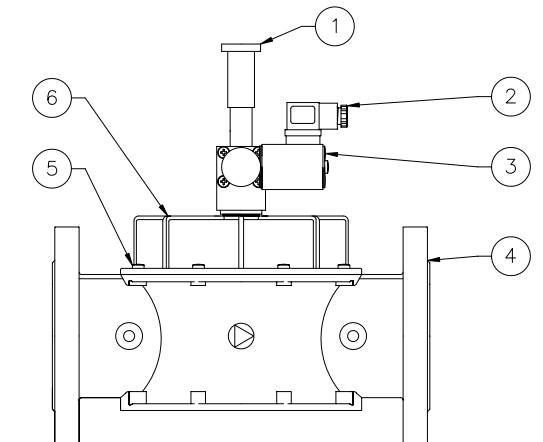

Fig. 4 Componenti elettrovalvole 500 mbar e 6 bar con attacchi DN 65 .. DN 150 DN 65 .. DN 150 500 mbar and 6 bar connections electro-valves components
- Avec attaches DN 65 .. DN 150 (Fig. 4)
- Con attacchi DN 65 .. DN 150 (Fig. 4) tirare verso l'alto la manopola di riarmo (1)*
- With DN 65 .. DN 150 connections (Fig. 4) pull up the reset handgrip (1)*